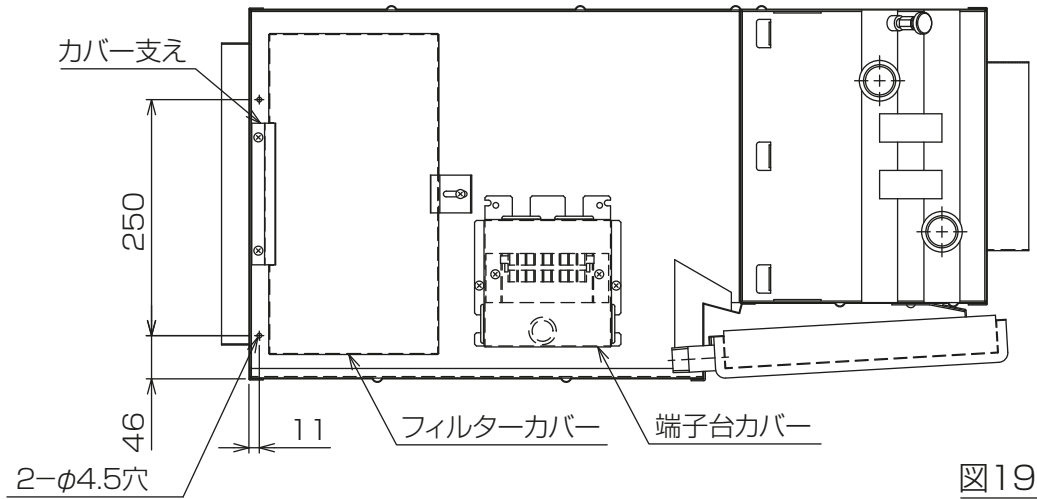

図19
- (1) 端子台カバー、配管側のフィルターカバー・カバー支えを取外してください。[図19]（端子台カバー・フィルターカバーは取付作業終了後に元通り取付けますので、無くさないようにしてください。）
- (2) 図19に示す位置にφ4.5穴が開いているか確認してください。開いていない場合はφ4.5穴を追加してください。